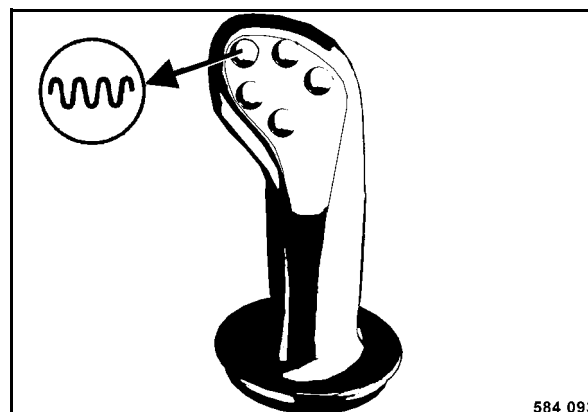

Fig. 77
- Conectar la vibración (Fig. 77).